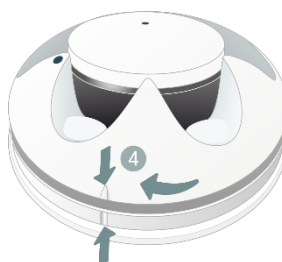

Рисунок 9.2 – Закрепление корпуса датчика
Закройте корпус датчика, совместив метки на крышке корпуса и кронштейне крепления к потолку. Поверните крышку по часовой стрелке, чтобы закрепить датчик (см. рисунок 9.2).
- 4) Закрепите датчик на кронштейне крепления к потолку (см. рисунок 9.2)